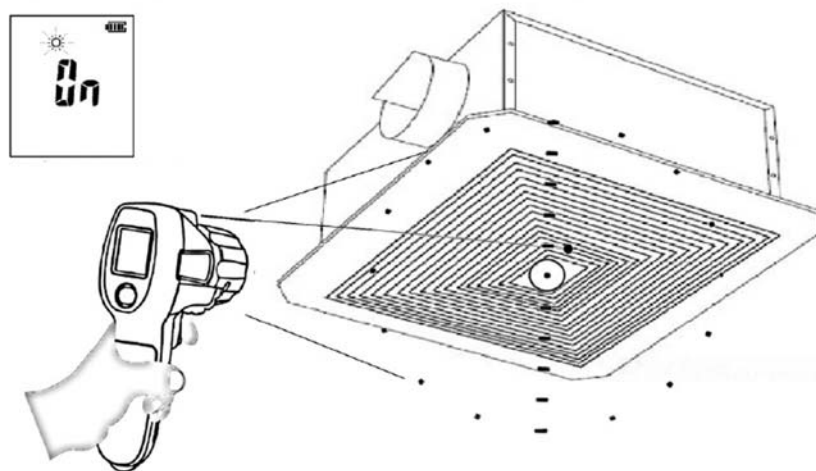

Fig. 19: Misura temperatura in uscita da sistemi HVAC
3. Orientare il fascio di luce bianca (vedere Fig. 3 – parte 1) in uscita dal sistema di ventilazione (vedere Fig. 19) ed eseguire la misura come mostrato nei punti precedenti